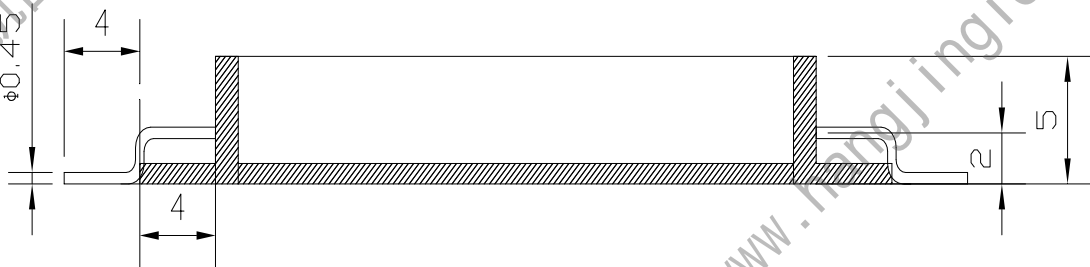
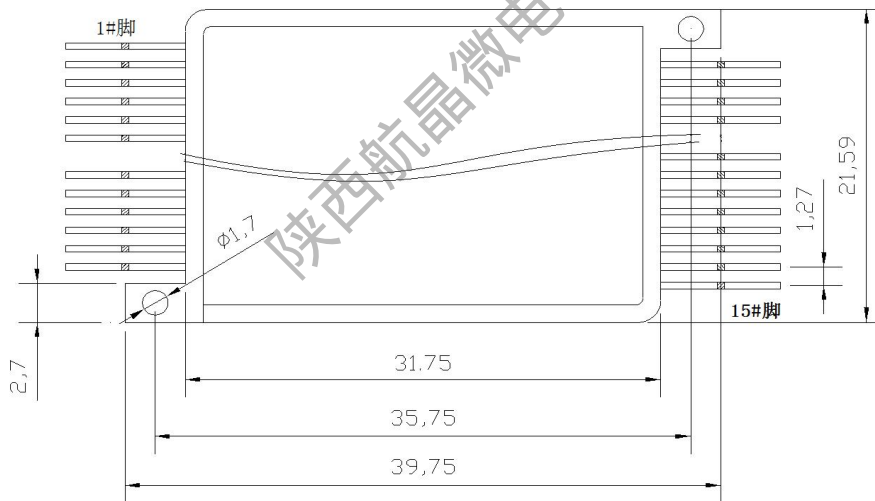

图2 侧视图
图3 顶视图
1. 封装形式 采用 BFP3222-28 金属全密封封装，外观尺寸见图 2、图 3（单位：mm）。